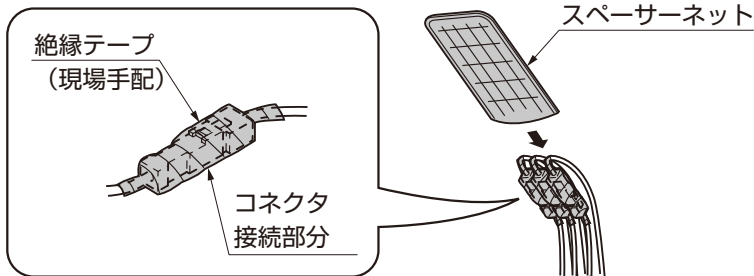

図4-1 3分岐の場合
- ①ケーブルの表面をサンドペーパーで削りコネクタ接続部分に絶縁テープ (現場手配) を2回以上巻いてください。(図4-1参照)
- ②全てのコネクタ接続部分をスペーサーネットに入れてください。(図4-1参照)